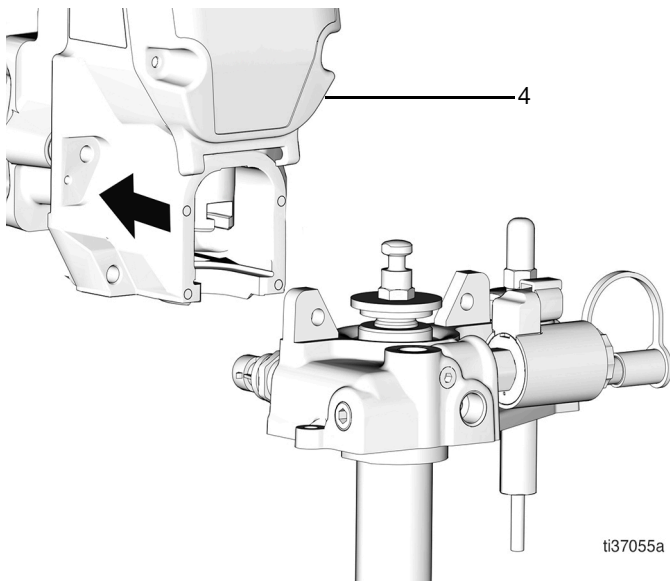

FIG. 34
13. Tire hacia arriba de la sección inferior para separarla del cabezal de engranajes (4) (FIG. 34).